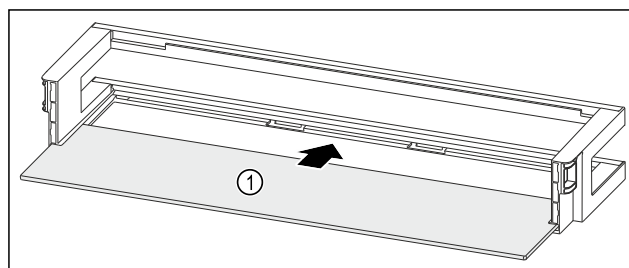

Fig. 121 Balconnet de contre-porte avec tablette de rangement
- Insérer la tablette de rangement Fig. 121 (1) dans les évidements latéraux.